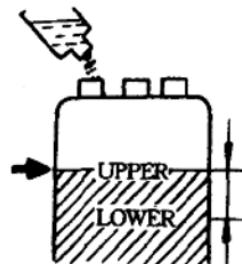

图 1-6 检查电解液液面高度
(11) 检查蓄电池电解液液面高度。如图 1-6 所示，电解液液面应当在上限(UPPER)和下限(LOWER)之间，如低于下限，则需添加蒸馏水。